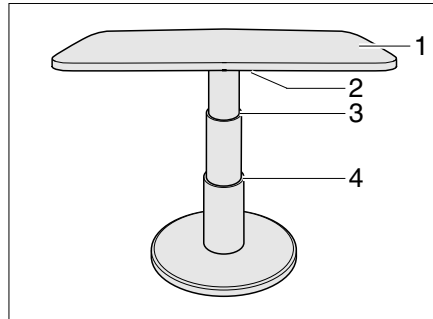

Bild 82 Hubtisch der Rundsitzgruppe
- Den Verriegelungshebel (Bild 82,2) nach links schwenken. Die Verriegelung ist offen.
- Die Tischplatte (Bild 82,1) in der Mitte bis zum gewünschten Anschlag (Bild 82,3 oder 4) nach unten drücken und gedrückt halten.